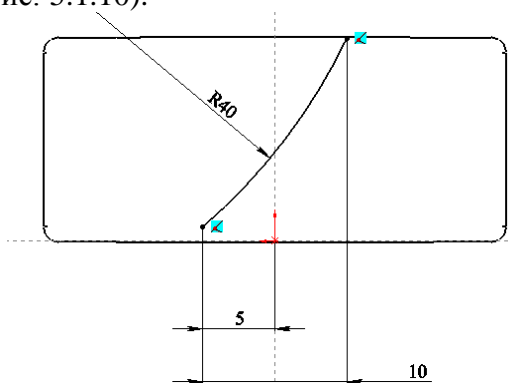

Рис. 5.1.10. Ескіз основи лопасті
7. Виберіть площину «Основа лопасті» (“base Vertex”). Створіть на ній наступний ескіз основи лопасті (рис. 5.1.10).